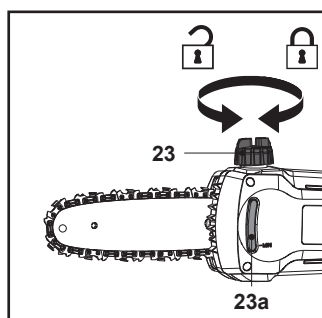

Fig. 13
1. Pune produsul pe o suprafață plană și stabilă, cu capacul rezervorului de ulei (23) orientat în sus. Îți recomandăm să pui sub produs o folie neinflamabilă.
2. Deșurubează și scoate bușonul rezervorului de ulei (23) (fig. 13).